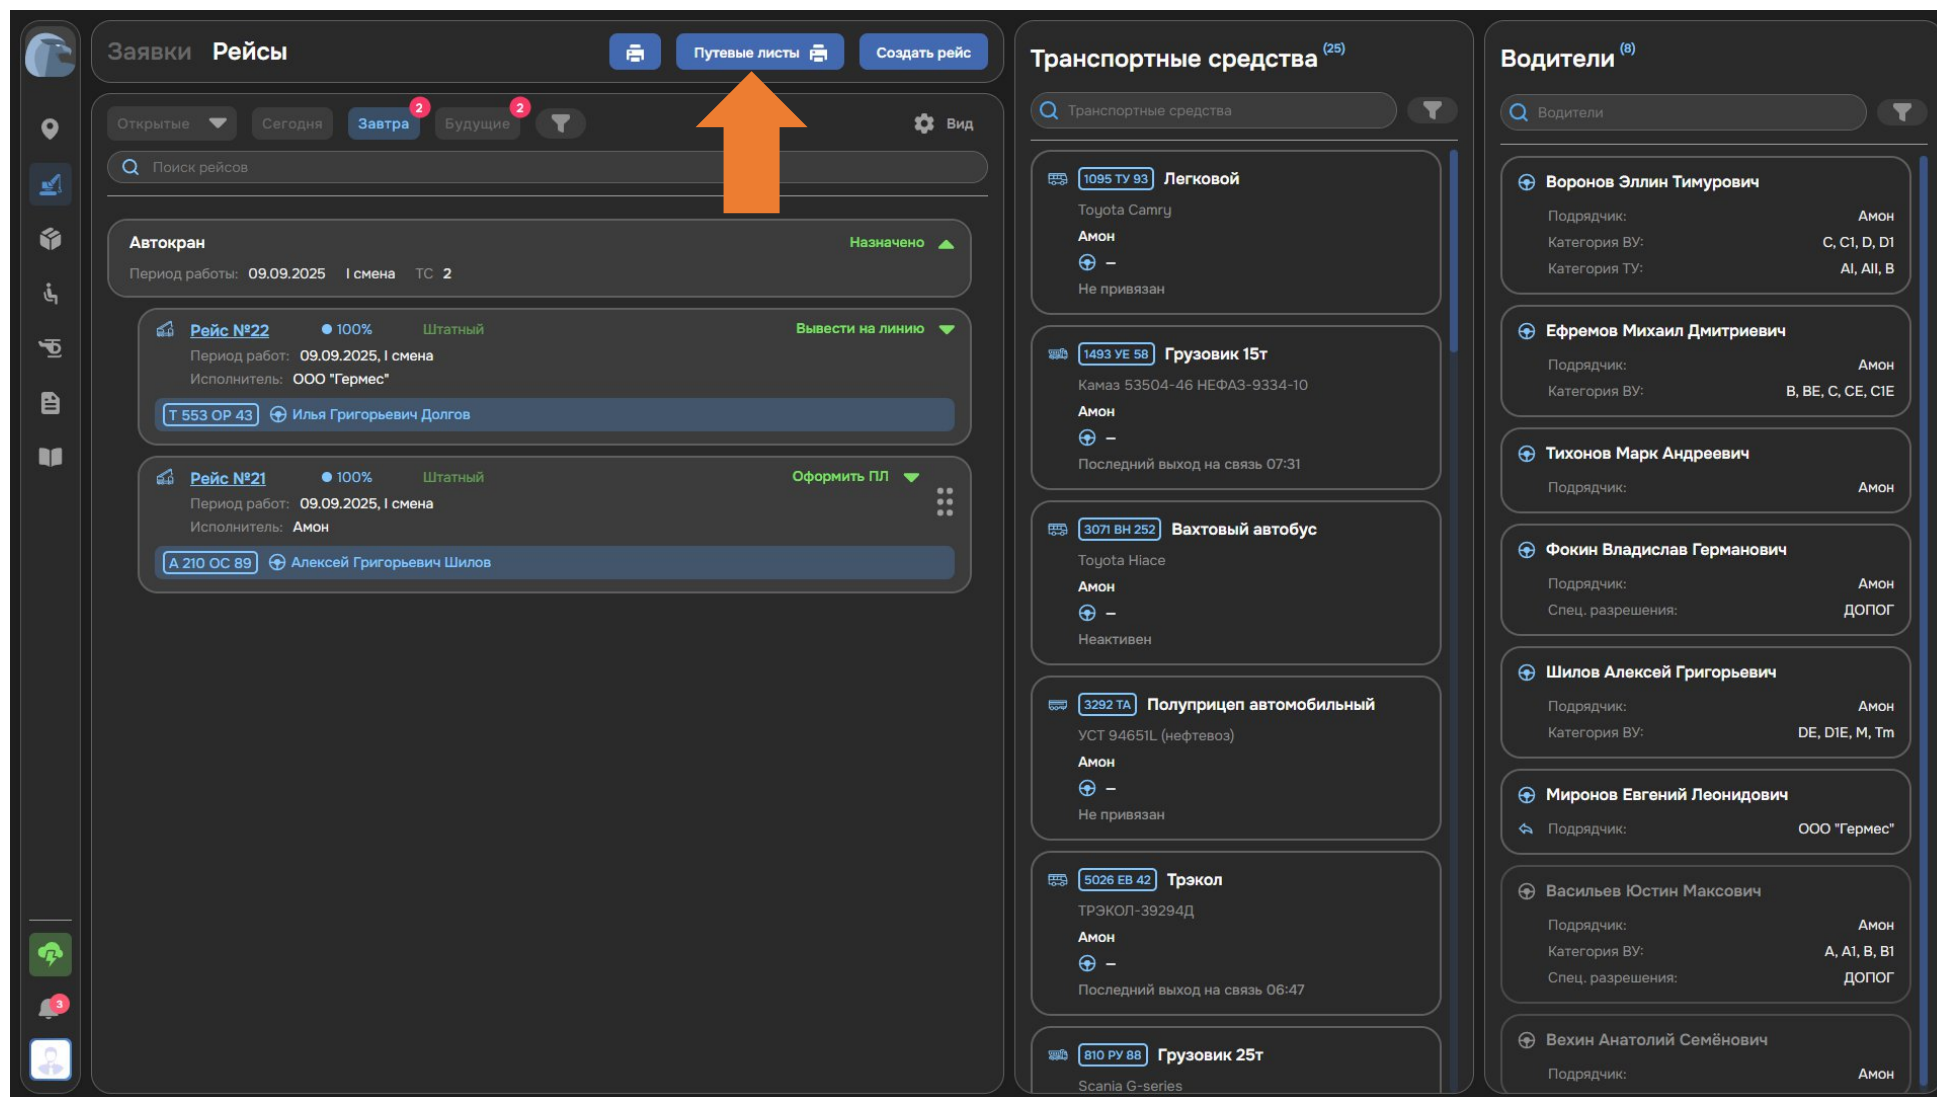

Рисунок 55. Вкладка «Рейсы» раздела «Спецтехника»
2. Перейдите во вкладку «Рейсы» (см. Рисунок 55).
3. Откройте необходимый Рейс для просмотра информации о нем (см. Рисунок 55).
Кроме того, во вкладке «Работа с ТС» возможно распечатать путевые листы всех отображаемых Рейсов, нажав на кнопку «Путевые листы» (см. Рисунок 55).